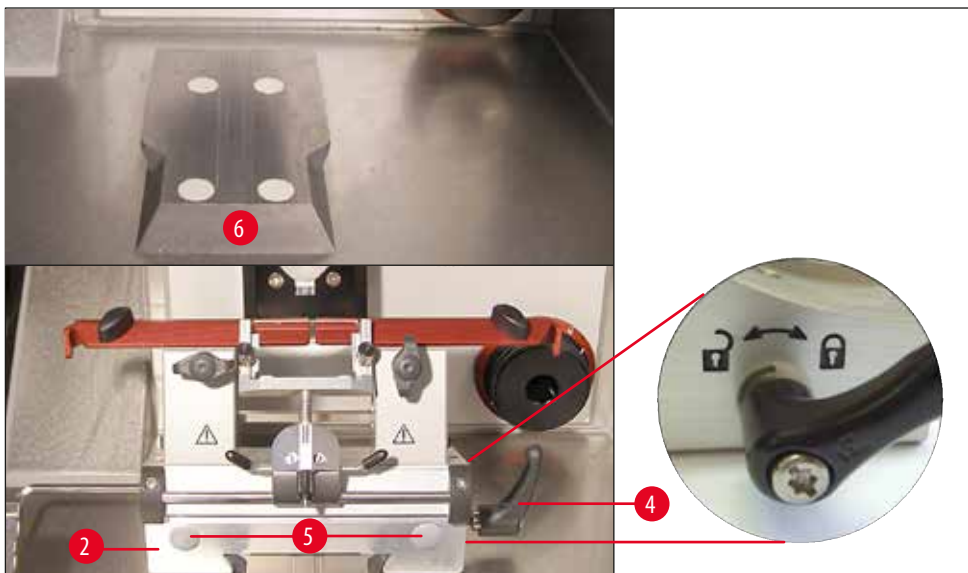

Рис. 25
- Переместите держатель ножа/лезвия (→ Рис. 25-2) спереди на направляющую "ласточкин хвост" (→ Рис. 25-6) и зажмите с помощью зажимного рычага (→ Рис. 25-4). Переместите зажимной рычаг по часовой стрелке (в направлении символа "замок") на правой стороне основания держателя ножа/лезвия (подробности см. на (→ Рис. 25)). Для перемещения основания слегка отпустите зажимной рычаг, чтобы предотвратить нежелательное соскальзывание в направлении держателя образца! Переместите зажимной рычаг против часовой стрелки (в направлении символа "открытого замка") на правой стороне основания держателя ножа/лезвия (подробности см. на (→ Рис. 25)).